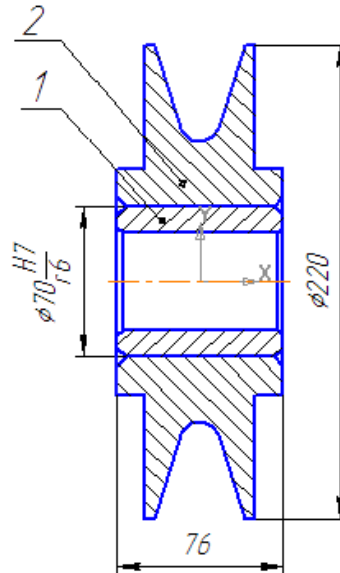

Рисунок 15.
- Дополнительно проставьте габаритные размеры сборочной единицы (рис. 15)